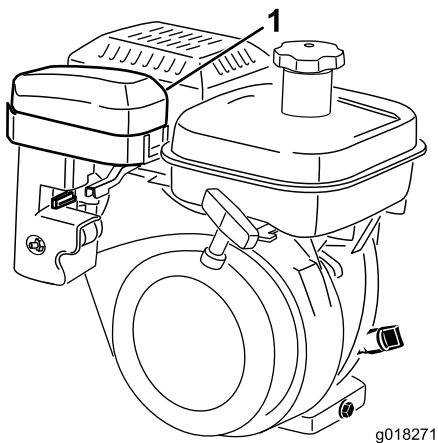
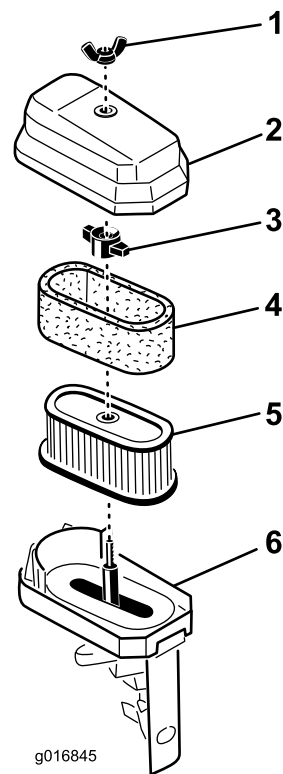

図 36
図 37
2. エアクリーナカバーをエアクリーナ本体に固定している蝶ナットを取り、カバーを外す。カバーを丁寧に清掃する 図 36と図 37。
3. スポンジを点検し、汚れていればペーパーエレメントから外す 図 37。スポンジをきれいに洗う。